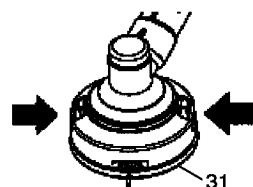

Fig. 37
- Retirez le boîtier (31) en poussant fermement les attaches de blocage vers l'intérieur avec les pouces comme l'illustre la Fig. 37.